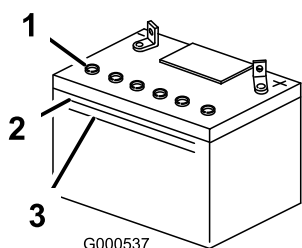

Figure 33
2. Observez le côté de la batterie. Le niveau de l'électrolyte doit atteindre le trait supérieur (Figure 33). Le niveau d'électrolyte ne doit pas descendre au-dessous du trait inférieur (Figure 33).
- Enlevez les bouchons d'aération de la batterie (Figure 33)
- Versez de l'eau distillée avec précaution dans chaque élément jusqu'au repère supérieur (Figure 33) sur le côté de la batterie.
- Attendez cinq à dix minutes après avoir rempli les éléments. Au besoin, ajoutez de l'eau distillée pour amener le niveau jusqu'au repère supérieur sur le côté de la batterie (Figure 33).